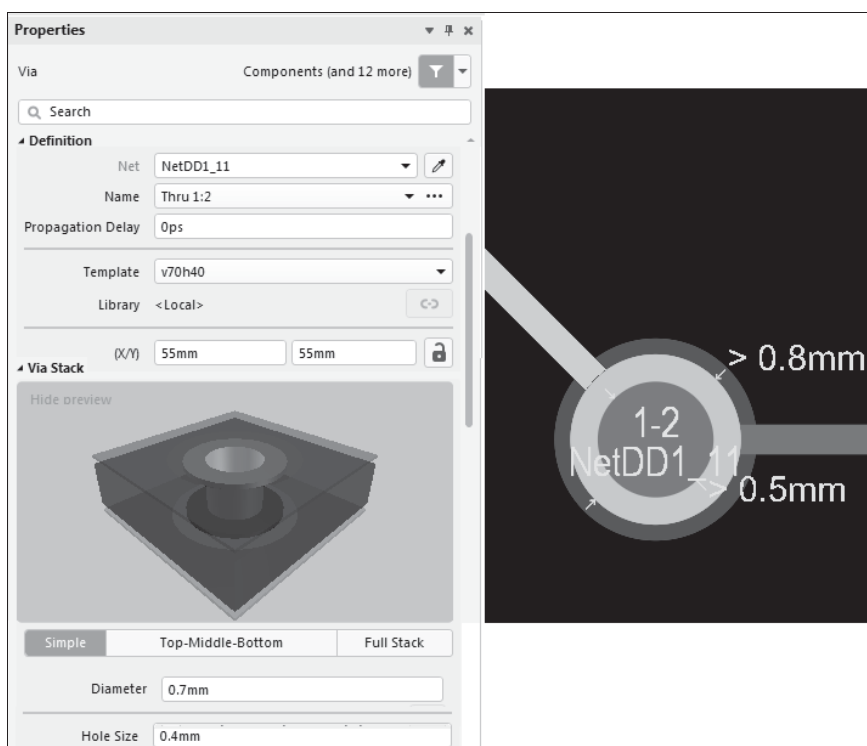

Рис. 6.18. Редактирование параметров межслойных переходных отверстий: назначение параметров в панели **Properties** (слева); результат на плате (справа)
2. Выполнить редактирование в панели **Properties** (рис. 6.18):
- в поле **Template** (Шаблон) секции **Definition** (рис. 6.18, слева) выбрать из выпадающего списка обозначение одного из типоразмеров переходных отверстий, хранящихся в локальной библиотеке;
- в обоих случаях результат сразу отображается на плате, при этом назначенные размеры могут выходить за пределы, установленные в правилах (рис. 6.18, справа).